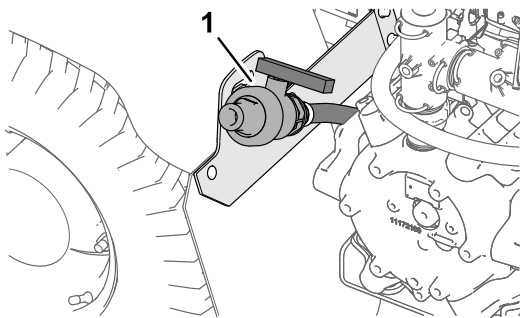

Figure 49
2. Trouvez l'emplacement du robinet de vidange de la cuve sur l'aile arrière gauche de la machine (Figure 49).